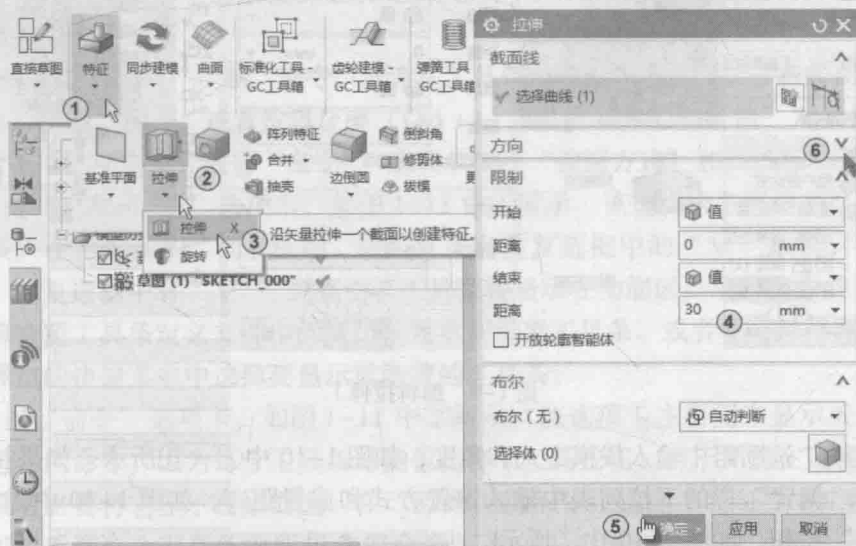

图 1-7 生成圆柱模型
单击“特征”工具条中的“拉伸”按钮，如图 1-7 中①~③所示。系统弹出“拉伸”对话框，在“限制”选项组中选择“结束”为“值”，并在“距离”文本框中输入 30，其他采用默认设置（拉伸的默认方向为选定截面的法向），单击“确定”按钮，如图 1-7 中④⑤所示。
图 1-7 中⑥所示。单击“反向”按钮，如图 1-9 中③所示，拉伸方向与默认的相反。如果要自定义拉伸方向，可在“拉伸”对话框中的“自动判别的矢量”按钮旁的“指定矢量”下拉列表中设置拉伸方向，如图 1-9 中④⑤所示。在生成预览后用鼠标左键按住指示拉伸方向的箭头拖动，如图 1-9 中⑥所示。此时的光标变为十字形，实体的高度会随光标的移动而动态变化，最后在合适的位置松开鼠标左键。如果拉伸体需要拔模，可单击“布尔”下拉列表框，如图 1-9 中⑦所示。